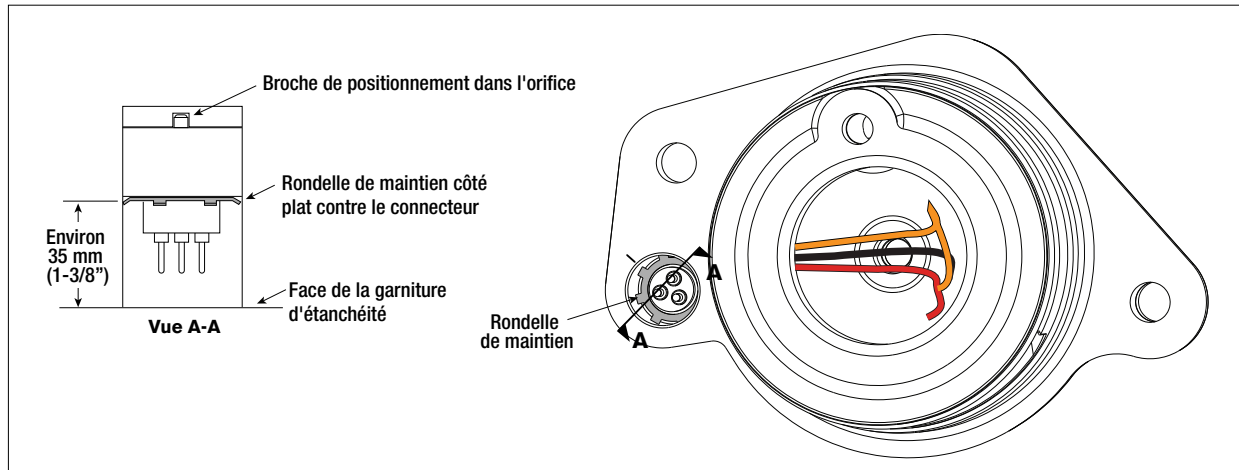

Figure 55. Profondeur correcte du connecteur mâle dans l'emplacement de la garniture d'étanchéité
13. Faites passer les fils du nouveau connecteur mâle dans l'emplacement et faites-les passer par l'ouverture à la base de l'emplacement vers le compartiment de câblage de la garniture d'étanchéité. Tirez délicatement sur les fils dans le compartiment de câblage alors que vous alignez la bande de repère sur le connecteur avec le repère au feutre sur la garniture d'étanchéité. Après avoir entièrement poussé le connecteur dans son emplacement, il ne doit pas tourner si la broche de positionnement se trouve dans l'encoche. Utilisez la petite règle pour mesurer la distance de la garniture d'étanchéité orientée vers le bas au connecteur. Elle devrait être légèrement supérieure 35 mm (1-3/8") (voir la Figure 55). Alors que vous tenez bien les fils pour maintenir en place le connecteur, insérez la rondelle de maintien (avec les dents tournées vers le haut orientées vers l'extérieur) en la poussant jusqu'à ce qu'elle repose fermement contre le connecteur (l'utilisation d'un emplacement profond à fine paroi aidera à maintenir la rondelle de maintien contre le connecteur). Contrôlez de nouveau la mesure de 35 mm (1-3/8") après avoir installé la rondelle de maintien pour confirmer que le connecteur est à la bonne profondeur.